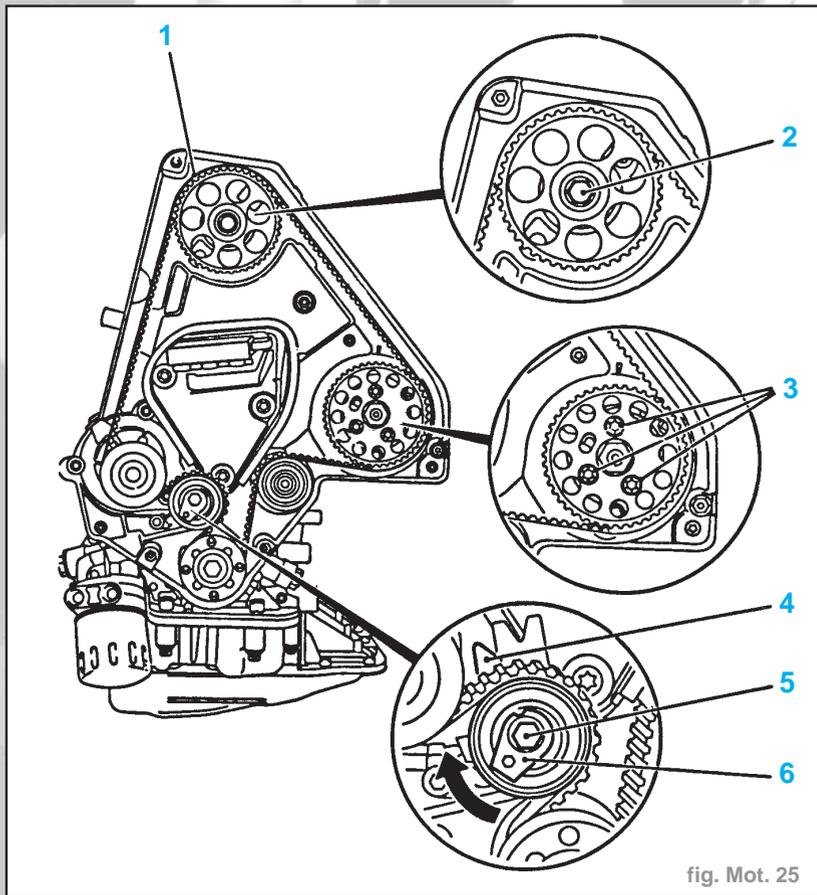
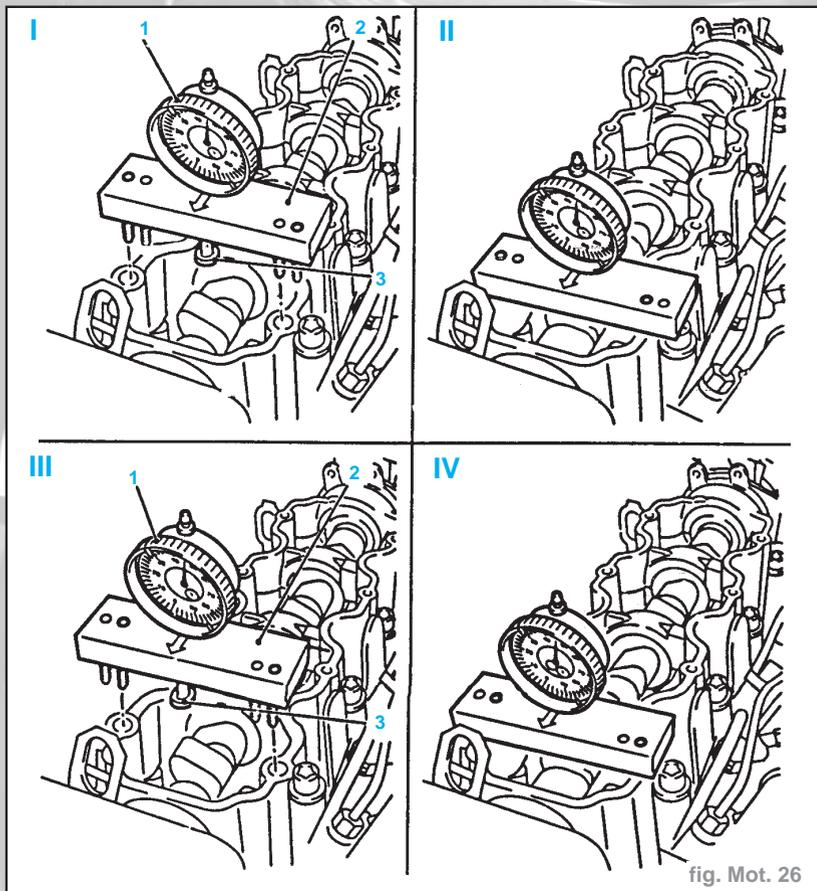

fig. Mot. 25
fig. Mot. 26
- Serrer les vis de fixation du pignon de la pompe d'injection (3) à la main. Il doit être possible de tourner le pignon de la pompe d'injection au niveau de la bride de la pompe (fig. Mot. 25).
- Dévisser la vis de fixation (5) du galet-tendeur de la courroie crantée et tourner l'excentrique de réglage (6) du galet-tendeur dans le sens de la flèche (sens des aiguilles d'une montre) jusqu'à ce que le pointeau (4) adhère à la butée gauche.
- Repérer le sens de la course de la courroie crantée (1) et la retirer.
- Déposer la vis de fixation (2) d'arbre à cames. Contre-tenir avec une clé à fourche au six pans de l'arbre à cames. Reposer une vis de fixation de pignon d'arbre à cames neuve et la serrer à la main. Il doit encore être possible de tourner le pignon d'arbre à cames, être attentif à la position de montage de la rondelle d'espacement.
- Placer le comparateur MKM-571-B (1) dans l'outil KM-661-1 (2). La flèche sur l'outil KM-661-1 se trouve du côté distribution moteur. Monter le pied de mesure (3) de j: 10 mm sur le comparateur. Pour l'adaptation du comparateur, les goupilles de positionnement gauches de l'outil (I + II) doivent être logées dans les orifices du boîtier d'arbre à cames. Placer le palpeur du comparateur sur le cercle de base de la 2ème came (admission cylindre N°1). Ajuster le comparateur MKM-571-B sur "0". Veiller à ne pas placer le palpeur sur l'alésage d'huile de la came (fig. Mot. 26).
- Important :** Placer avec précaution l'outil **KM-661-1** (2). Les tiges de positionnement de droite doivent être logées dans les alésages du carter d'arbre à cames. Veiller à ce que le comparateur **MKM-571-B** (1) ne soit pas dérégulé. Le pied de mesure (3) repose sur la came d'entrée du 1er cylindre (fig. Mot. 26 I).
- Relever la valeur sur le comparateur **MKM-571-B** (fig. Mot. 26 II).